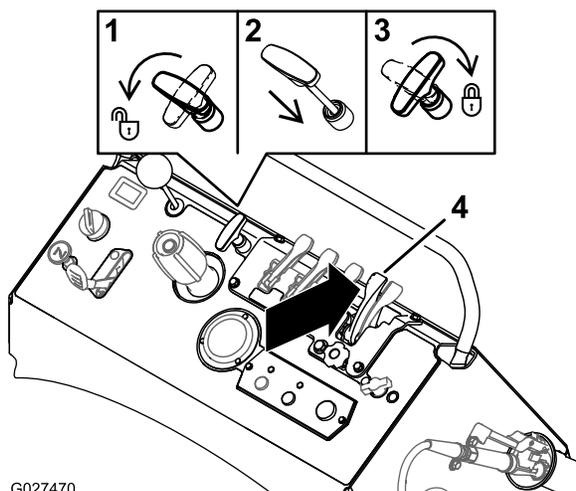

Figura 82
3. Cierre la compuerta del impulsor moviendo la palanca de la compuerta del impulsor de distribución ancha hacia adelante del todo (Figura 82).
4. Gire la palanca de control del patrón de esparcido en sentido antihorario (1), presione la palanca hacia abajo (2), y gire la palanca de control del patrón de esparcido en sentido horario (3); consulte Figura 82.